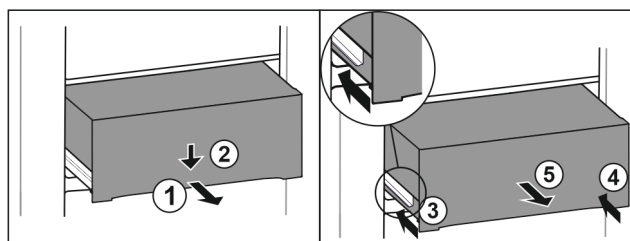

Fig. 172
- Tërhiqni jashtë sirtarin deri në gjysmë. Fig. 172 (1)
- Shtypni për poshtë sirtarin në pjesën përpara. Fig. 172 (2)
- Shtyni brenda shinën e majtë rreth 2 cm. Fig. 172 (3)
- Shtyni brenda shinën e djathtë rreth 2 cm. Fig. 172 (4)
- Hiqeni sirtarin nga përpara. Fig. 172 (5)